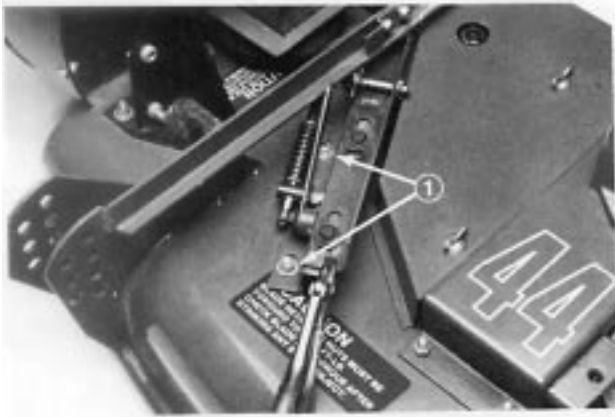

Figure 14
5. Desserrer l'ensemble de tension et le monter sur le carter de lame à l'aide de 2 boulons de carrossier de $5/16 \times 5/8"$ (16 mm), de rondelles plates de $5/16"$ et d'écrous de $5/16"$. Placer les rondelles entre les écrous et l'ensemble de tension (Fig. 14).